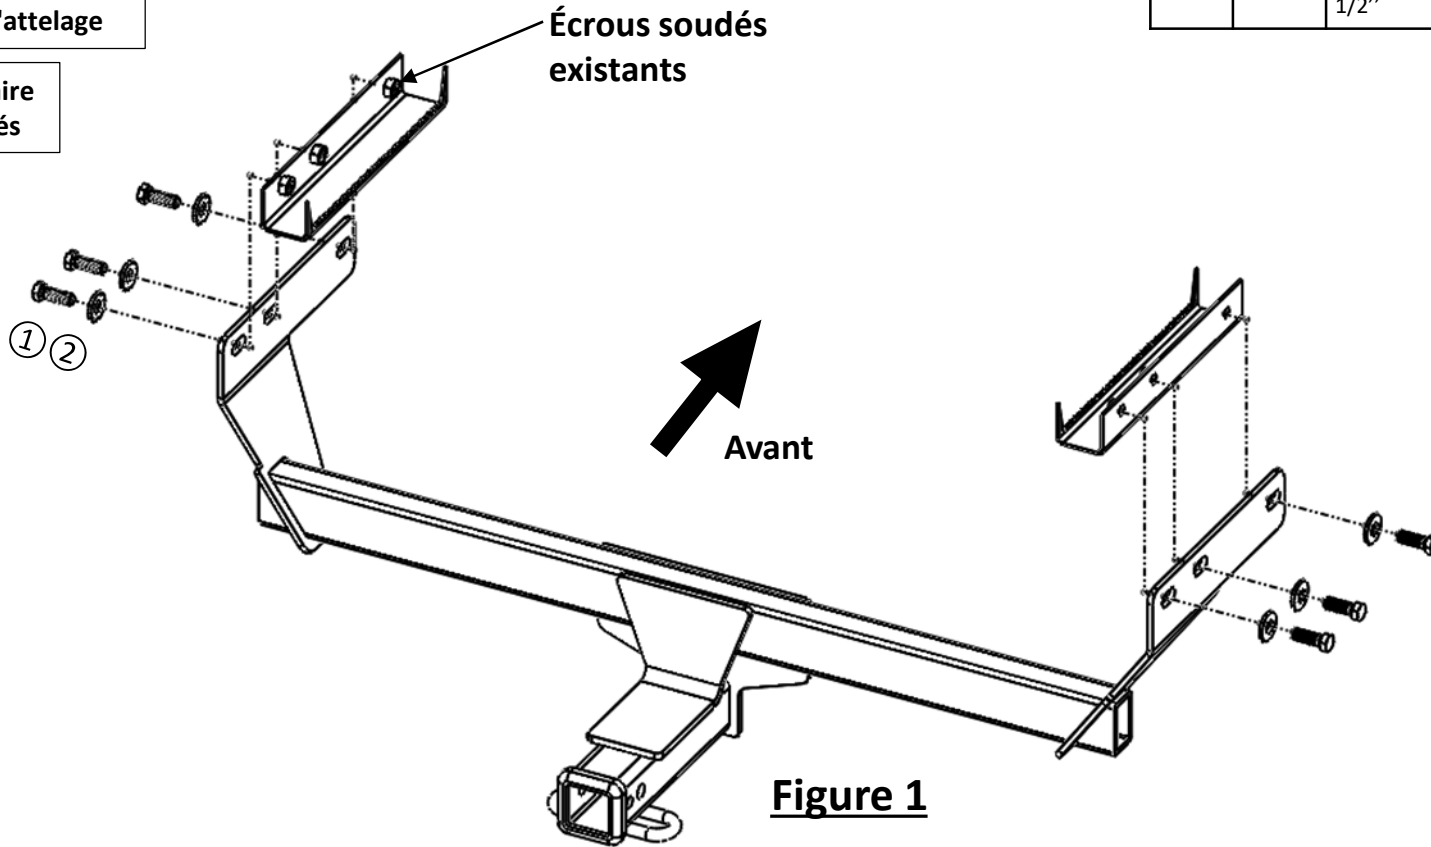

Figure 1
2. **Installer l'attelage** – Soulever l'attelage en position et aligner les trous de montage. Installer lâchement six (6) boulons M12 (1) et six (6) rondelles coniques 1/2 po (2), voir **Figure 1**.